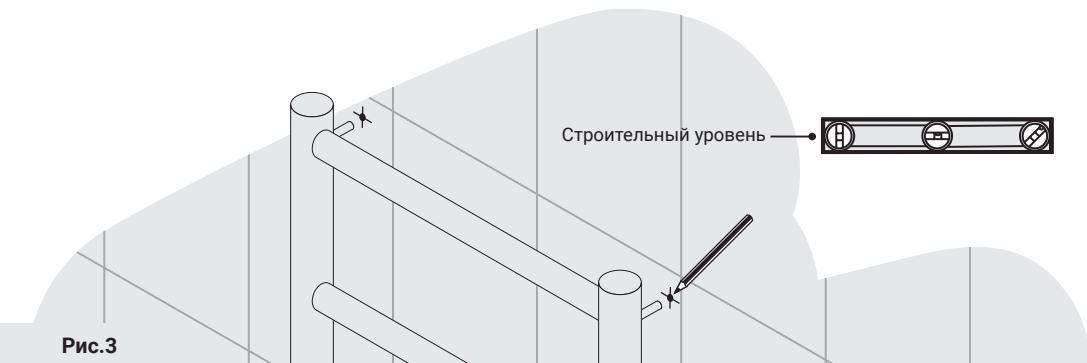

Рис.3
4.1.3. Произвести «примерочный» монтаж полотенцесушителя. Для точной разметки точек крепежа рекомендуется использовать строительный уровень (см. рис. 3).
4.1.4. Сделать метки на стене (см. рис. 3).